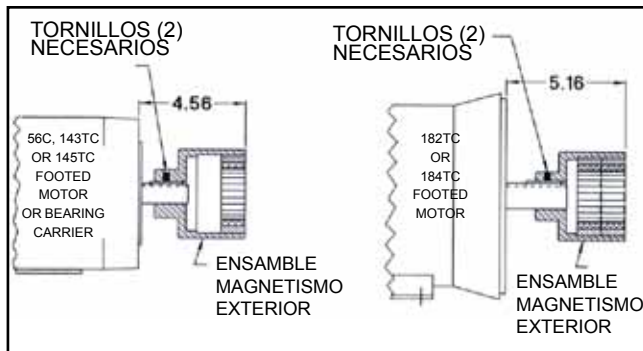
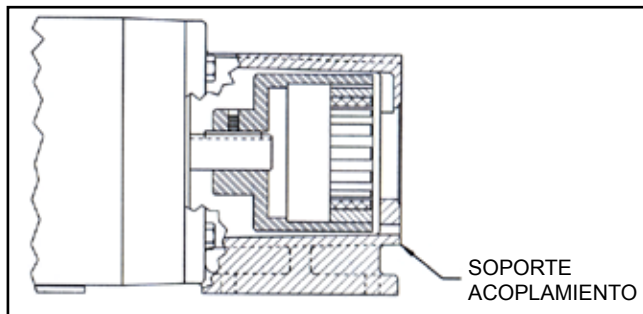

FIGURA 27
FIGURA 28
1. Compruebe si los imanes tienen algún objeto metálico sujeto. Retire cualquier material extraño. Coloque el magnetismo exterior según dimensión (Ver Figura 27). Aplique Loctite y apriete los tornillos en el motor o en la llave del porta cojinete y el eje.
2. Monte el soporte de acoplamiento en el motor (o porta cojinete) y sujete con 4 tornillos (Figura 28). Introdúzcalo y gire los imanes a mano para asegurarse que no hay interferencia. Si se produce deslizamiento, compruebe la dimensión en la Figura 27 o contacte con fabrica.